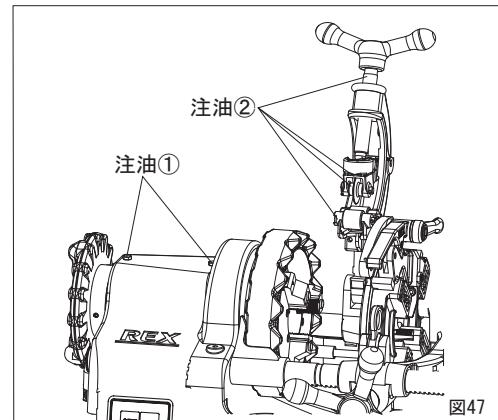

図47
1. 注油 (図47)
月に1度程度、グリスを主軸部に注油してください。(図47-①)
ねじ部、ローラ軸、刃など、可動部には使用毎にスピンドル油またはマシン油を注油してください。(図47-②)